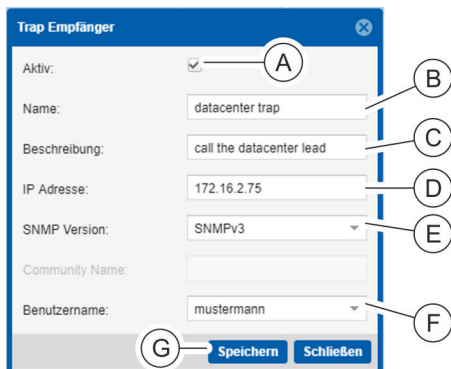

Abb. 144: Fenster "Trap Empfänger"
1. ➔ Trap-Empfänger entsprechend *Empfänger mit SNMPv1/SNMPv2 hinzufügen*, Schritte 1 – 4 konfigurieren (Abb. 144/A – D).
2. ➔ Im Auswahlfeld die SNMP-Version "SNMPv3" auswählen (Abb. 144/E).
3. ➔ Einen Benutzernamen auswählen (Abb. 144/F).
4. ➔ Nach der Eingabe der Daten das Fenster über die Schaltfläche „Speichern“ (Abb. 144/G) verlassen, um die Konfiguration auf der PDU anzulegen.